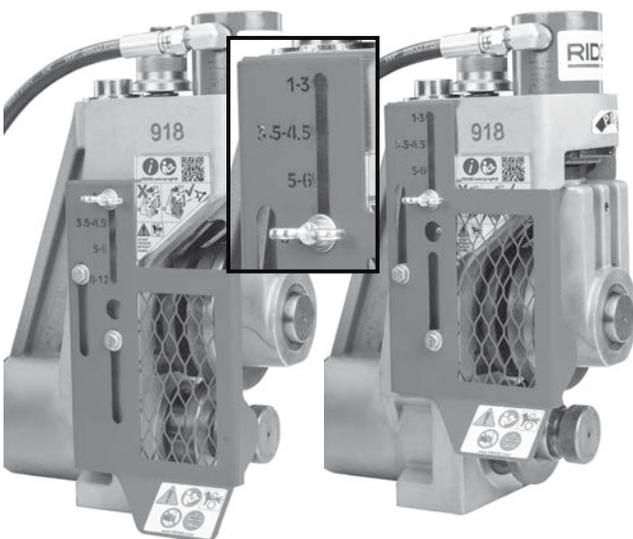

Figura 10 - Setarea apărătoarei reglabile
3. Slăbiți șurubul fluture. Reglați poziția dispozitivului de protecție astfel încât gama corectă de dimensiuni să se alinieze cu poziția șurubului de aripă. Reglați corect apărătoarea pentru a reduce riscul de încurcare și rănire gravă (figura 10).